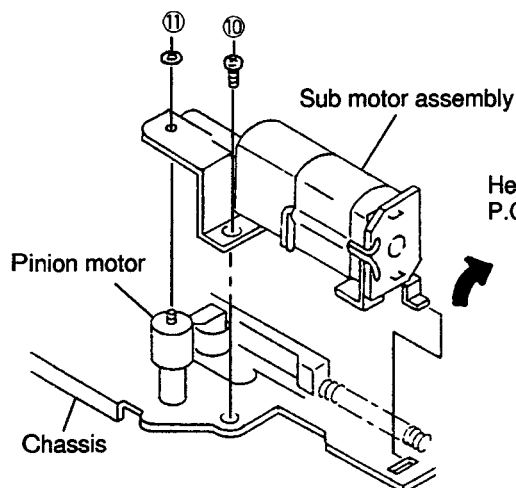

Figure 9
- (1) Remove M1.2 lock washer ⑪ and one screw ⑩ as shown in Figure 9.
- (2) Remove the sub motor assembly by pulling it up in the direction of the arrow as shown in Figure 9.
- (3) Mount it, following the removal steps in the reverse order.
- NOTE : ① Do not reuse the used lock washer for remounting.
- ② Take care to avoid damage by piercing and tearing.
- ③ Fasten the one screw with a fastening torque of 6kg.cm.
- (1) ロックワッシャー⑪ (M1.2) と1本のネジ⑩を外します。(図9参照)
- (2) 図中の矢印の方向へ持ち上げながらサブモーター組立を外します。(図9参照)
- (3) 取り外し方の逆の手順で取り付けます。
- [注意] ① 一度使用したロックワッシャーは組立時には使用しないで下さい。
- ② ロックワッシャー取り付け時、口開き、めくれのない様に注意すること。
- ③ ネジは6kgcmのトルクで締め付けること。